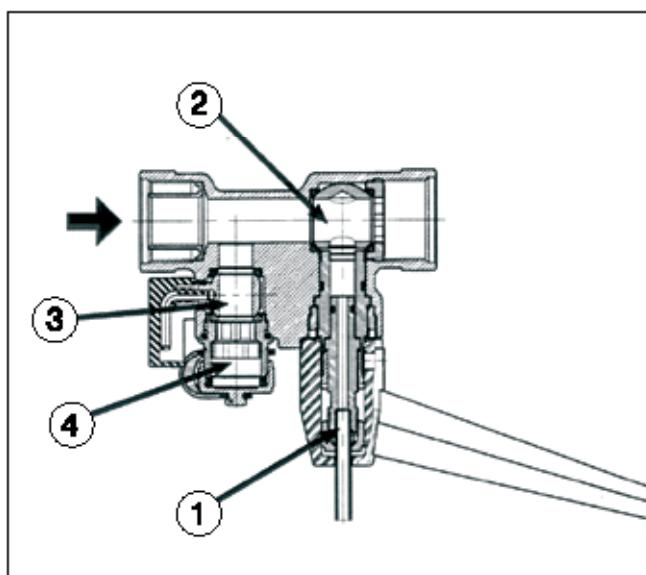

Рис. 4. BALLOREX® M в разрезе
Клапан BALLOREX® M сконструирован и выпускается для удобства присоединения импульсной трубы к обратному трубопроводу. Конструкция обеспечивает отключение импульсной трубы от обратного трубопровода одновременно со стояком в момент закрытия шарового крана (2). Кроме того, клапан BALLOREX® M служит сливным/заливным краном в системе и позволяет проводить измерения при помощи расходомера BALLOREX®. Направление потока через клапан должно соответствовать обозначеному на корпусе (рис. 4).